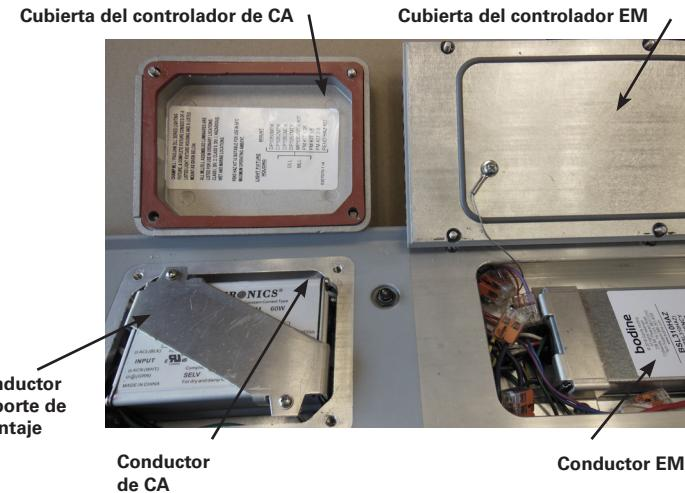

Imagen 19
4. Afloje los diez (10) tornillos de la cubierta del controlador EM y abra la cubierta del controlador EM y permita que la cubierta cuelgue de los soportes (ver Imagen 19).
6. Retire las dos (2) abrazaderas (dos tornillos por abrazadera) que aseguran el controlador EM; retire el controlador EM antiguo.
8. Vuelva a instalar el nuevo controlador EM en la luminaria con los cables orientados hacia el controlador AC, asegurándose de que el controlador EM esté en contacto directo con la carcasa de la luminaria y no haya cables que estén siendo pinchados entre el controlador EM y la carcasa. Asegure con dos (2) abrazaderas (2 tornillos por abrazadera) y ajuste a 20 pulgadas-libras. (2.3 N-m).